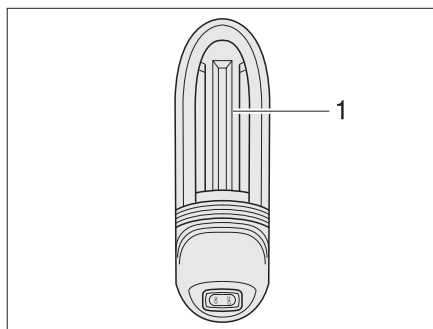

Bild 365 Garagebelysning
- Skjut lampans skydd (Bild 365,1) uppåt och ta av det.